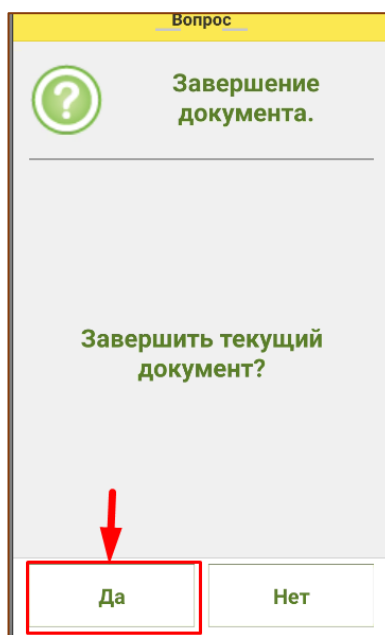

Рис. 6.9 - Завершение документа
7. По завершению сканирования необходимо завершить документ (Рис. 6.9).